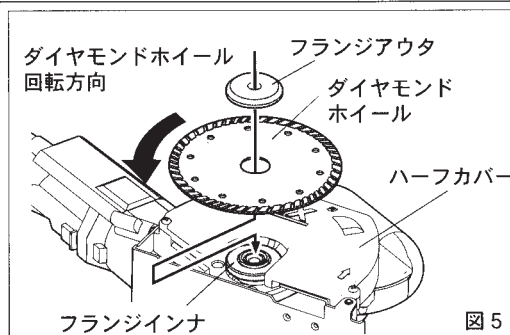

図 5
- ① 本体のスピンドルを上に向け、フランジインナ、ダイヤモンドホイール、フランジアウタの順に組み付けます。(図5)